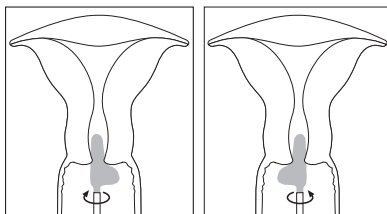

Fig. 2
- En tenant l'écouvillon dans cette position, le faire tourner 3 fois dans le sens des aiguilles d'une montre et 3 fois dans le sens inverse; s'assurer que le segment long du „L“ touche bien le canal cervical et que le segment court du „L“ tourne autour de l'endocol; voir la Fig. 2.